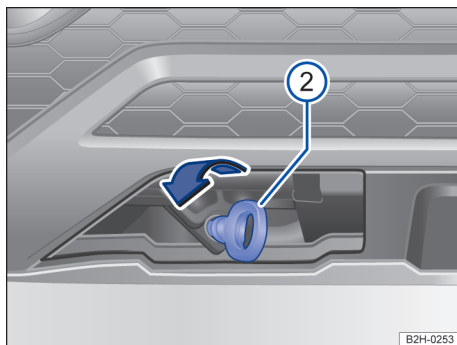

Fig. 170 No para-choque dianteiro à direita: rosquear a argola de reboque.
- Rosquear a argola de reboque tão firme quanto possível **no sentido anti-horário** no alojamento → Fig. 170 ②.
- Utilizar um objeto apropriado com o qual a argola de reboque possa ser rosqueada com firmeza no alojamento → ①.